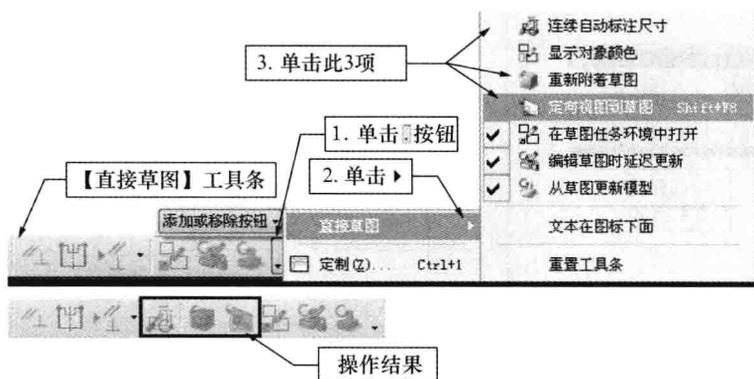

图 2-3 添加命令按钮步骤
(1) 添加命令按钮。在【直接草图】工具条中单击【添加或移除按钮】按钮，按照图2-3所示的步骤操作，将【定向视图到草图】按钮、【重新附着草图】按钮和【连续自动标注尺寸】按钮这3个命令按钮添加到【直接草图】工具条中。